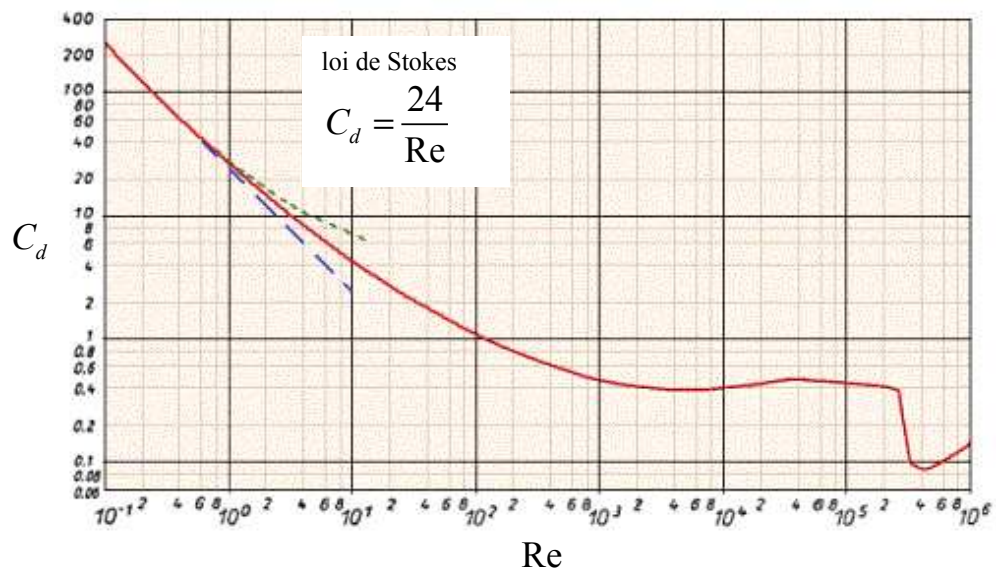

Figure 6 : variation du coefficient de traînée avec le nombre de Reynolds particulaire.
- la relation entre le coefficient de traînée  $C_d = F / (\frac{1}{2} \pi a^2 \rho_f u^2)$  en fonction du nombre de Reynolds particulaire  $Re_p = 2 \rho_f a u / \mu$  d'une sphère de rayon  $a$  est précisée à la figure 6. Voir aussi le cours.